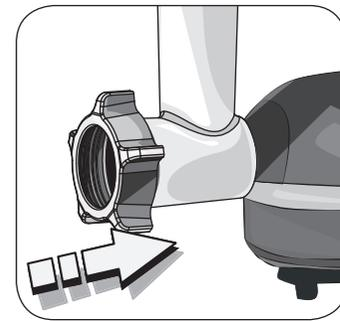
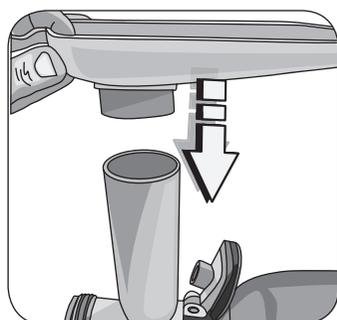

Fig. 13
Fig. 14
- 3 Inserire la tramoggia (O) precedentemente assemblata nell'attacco per accessori (Fig. 13).
- 4 Avvitare nuovamente il perno (V) per bloccare la tramoggia nell'attacco per accessori.
- 5 Posizionare il vassoio (P) sulla tramoggia (Fig. 14).